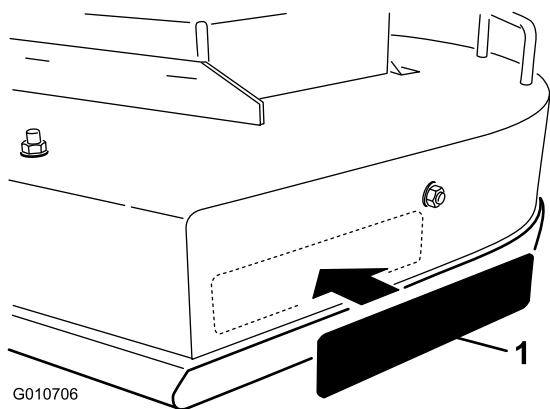

Figura 6
16. Applicare gli adesivi nell'area indicata in Figura 6.
C. Rimuovete gli adesivi dal supporto e applicateli. (Figura 6).